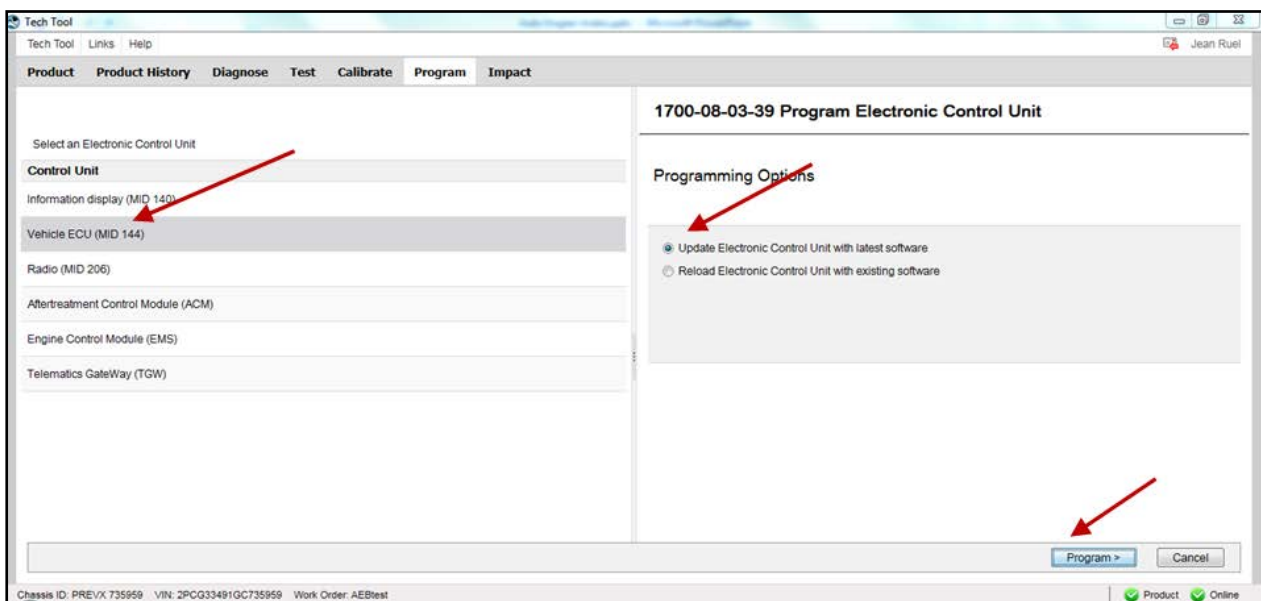

FIGURE 5
2. Sélectionnez l'unité de commande électronique appropriée, c'est-à-dire VEHICLE ECU MID144 (FIGURE 5).
3. Sélectionnez UPDATE ELECTRONIC CONTROL UNIT WITH LATEST SOFTWARE (FIGURE 5).
4. Cliquez sur PROGRAM et suivre les instructions (FIGURE 5).